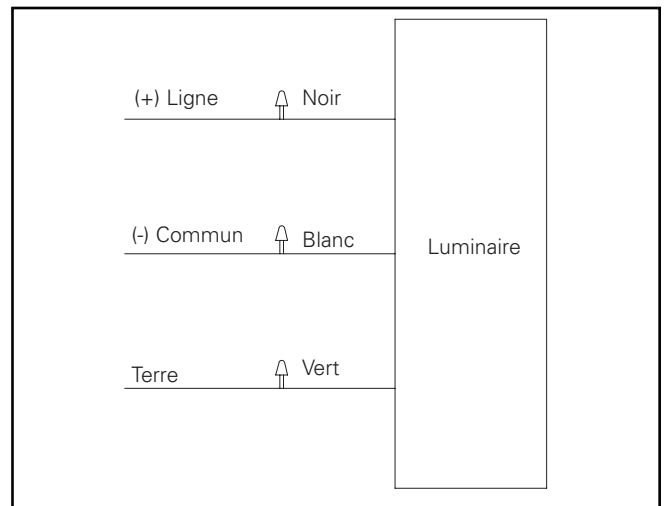

Figure 4
5. Effectuez les raccordements de câblage tel qu'indiqué sur le schéma de câblage et introduisez les branchements à l'intérieur du pôle ou du support de montage. (Figure 4).
- Consultez le schéma de câblage pour le raccordement de l'alimentation. (Figure 4).